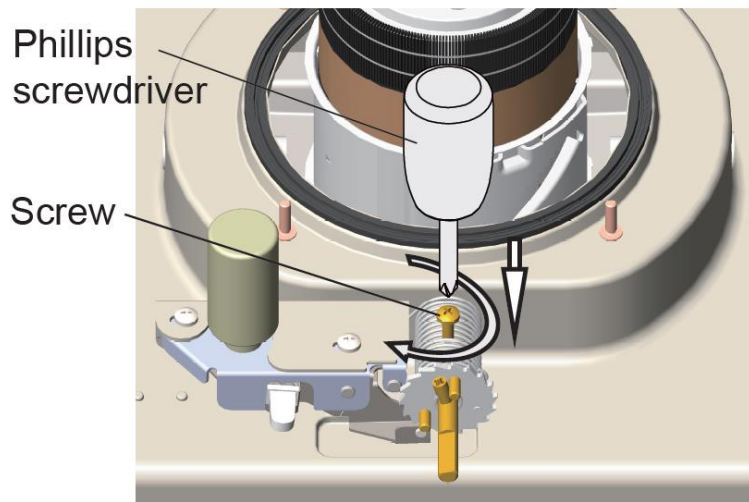

Bild 20
9. Använd en korsskruvmejsel för att dra åt rörskraven (bild 20).